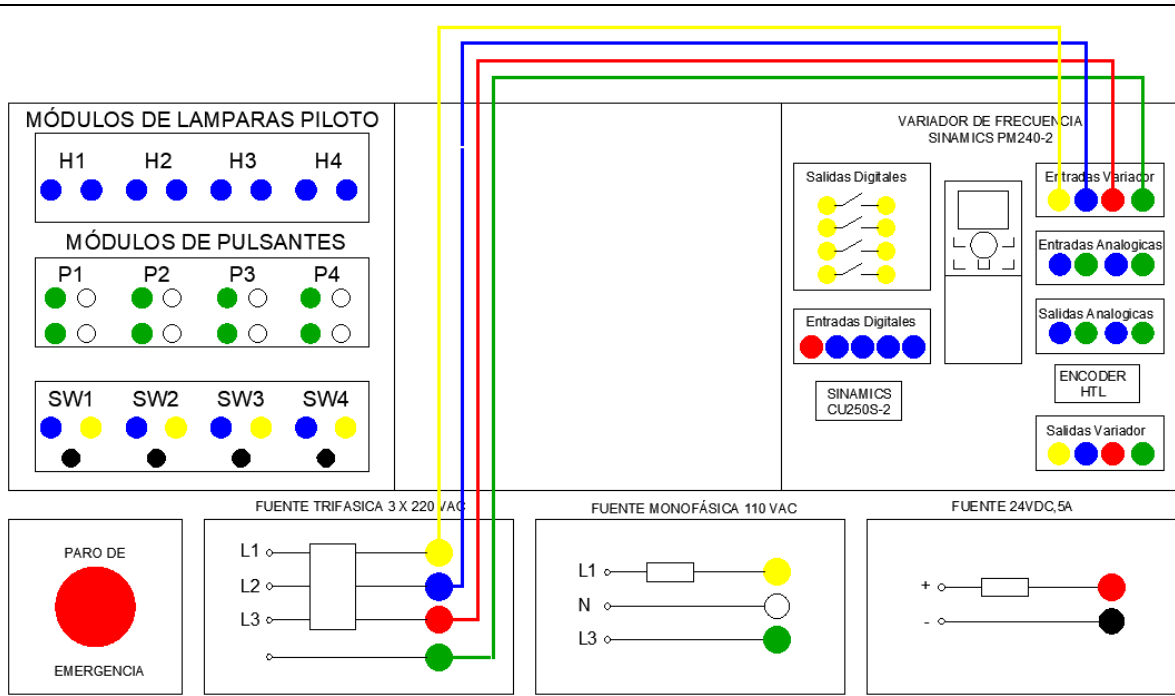

Figura 4a: Conexión del banco de trabajo
- 1) Realizar la conexión entre la Fuente Trifásica 3 X 220 VAC y las entradas del Variador de frecuencia G120 (ver Figura 4a).